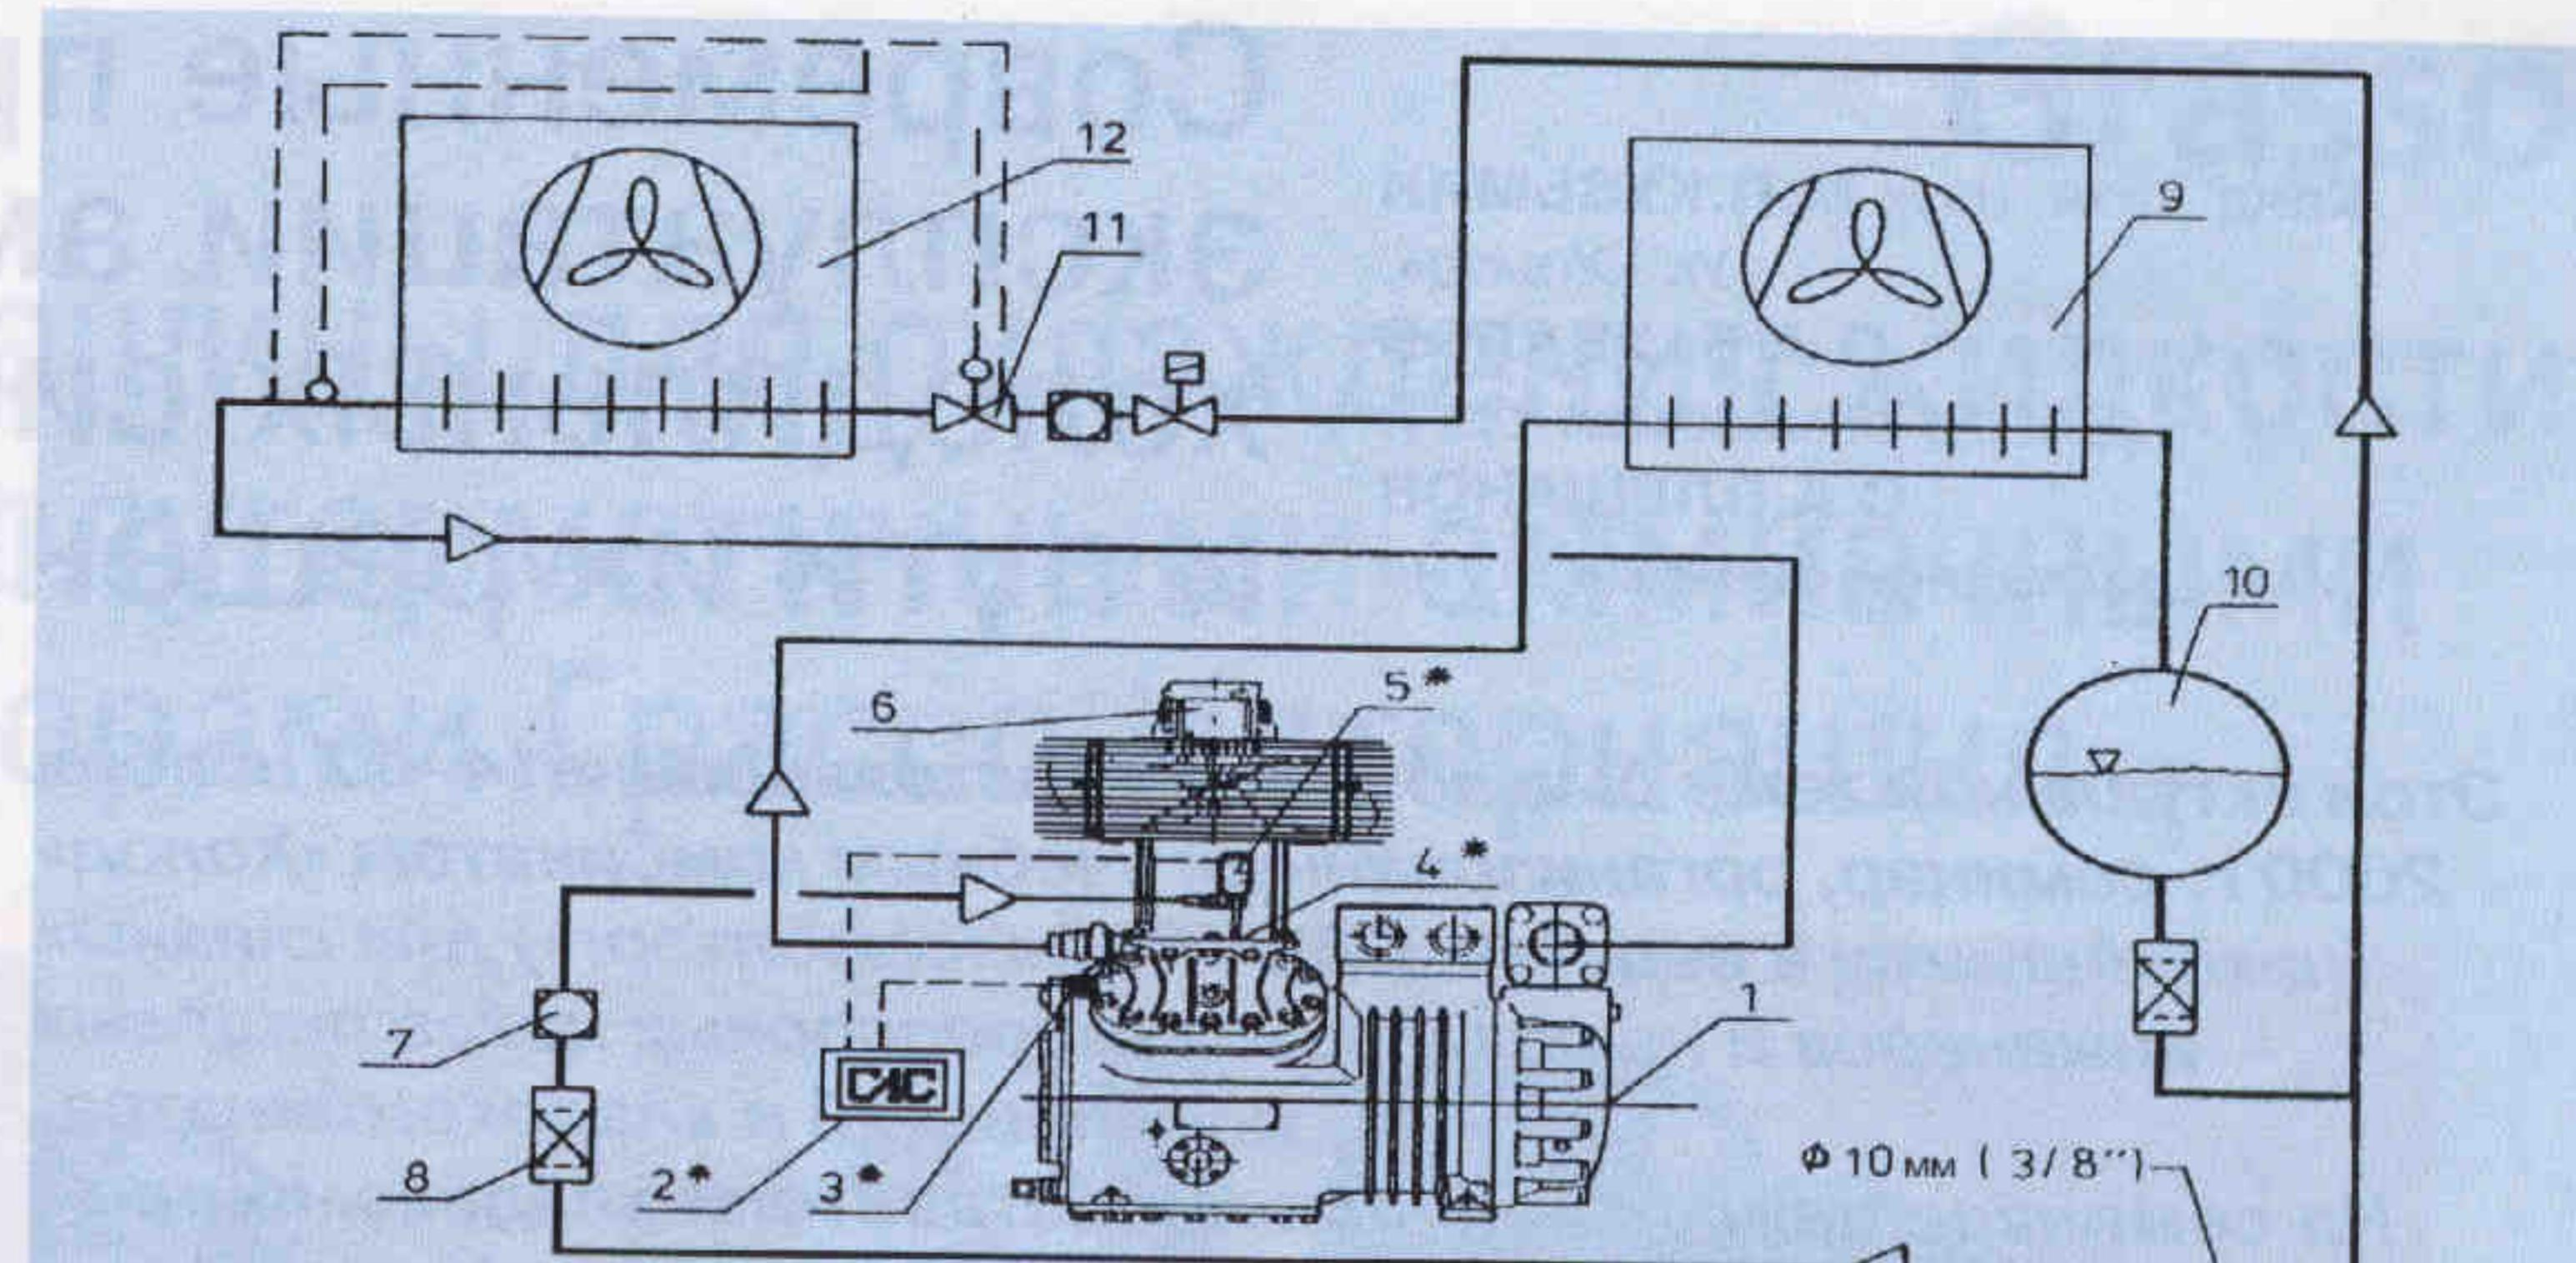

Рис.3. Принципиальная схема холодильной машины с одноступенчатым поршневым компрессором, оборудованного системой CIC:
**Принципиальная схема холодильной машины.** Применение в холодильной машине системы CIC практически не отражено на ее схеме. Основное отличие состоит в том, что вводится дополнительная трубка, соединяющая жидкостную магистраль с импульсным электромагнитным клапаном 5 (рис. 3), установленным на компрессоре 1. Чтобы исключить образование паровых пузырей в жидкости на входе в клапан 5, дополнительную трубку врезают в жидкостную магистраль снизу на горизонтальном участке.